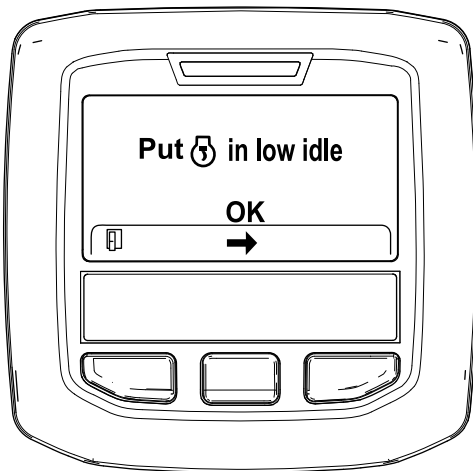

Figura 33
6. Mova o controle da aceleração para RALENTI BAIXO e prima o botão central (Figura 33).